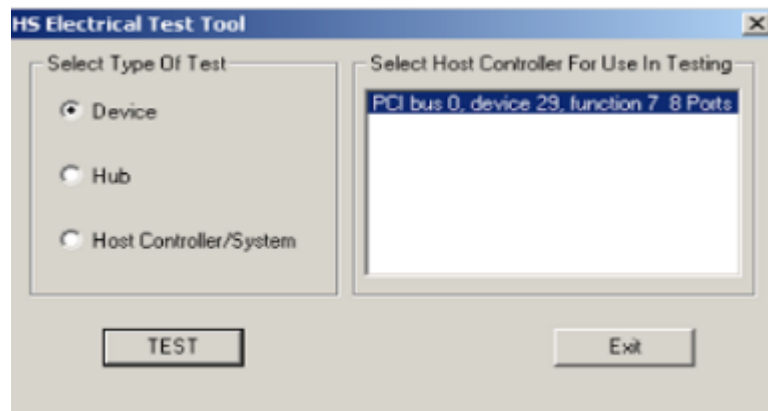

图1-1 选择测试类型
2. 打开测试工具，选择“Device”,然后点击“TEST”按钮，如下图 1-1 所示